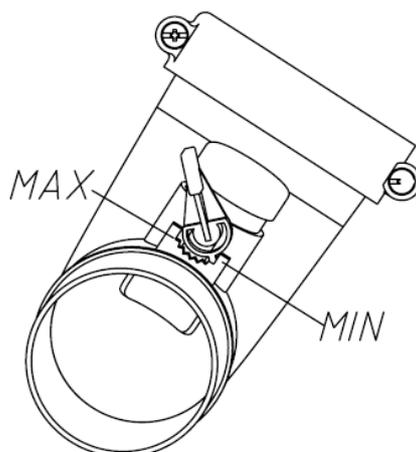

Figura 10
1. Polvo. Regule la descarga moviendo la posición de la barra en los tres huecos del soporte. Ver figura 10.